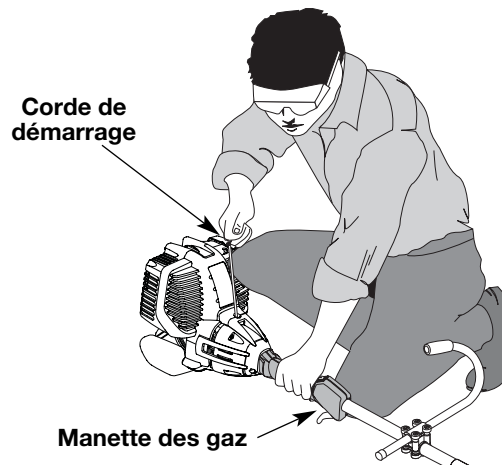

Fig. 13
**AVERTISSEMENT :** évitez tout démarrage accidentel. Tenez-vous en position de démarrage lorsque vous tirez sur la corde de démarrage (Fig. 13). L'opérateur et l'appareil doivent tous deux être en position stable pour éviter des blessures graves.
4. Levez-vous en position de départ et **n'appuyez pas sur la manette des gaz** (Fig. 13). Tirez sèchement sur le cordon de démarrage jusqu'à 5 à 10 fois.